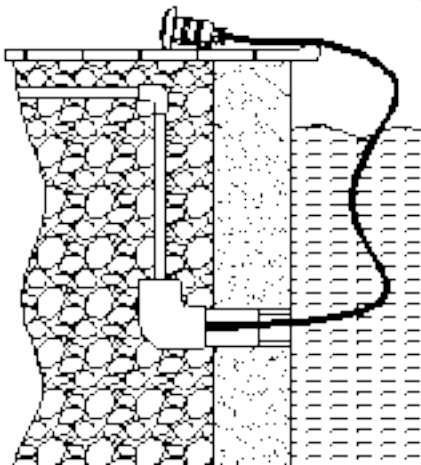

FIG. 2
4. É importante deixar uma quantidade de cabo suficiente para poder retirar o projetor até ao bordo da piscina em caso de anomalias. (Fig. 2)
- Deve-se ter a precaução de deixar 1,5 m de cabo enrolado no corpo do projetor para poder extrair o projetor até à borda da piscina em caso de manipulação (Fig. 2).